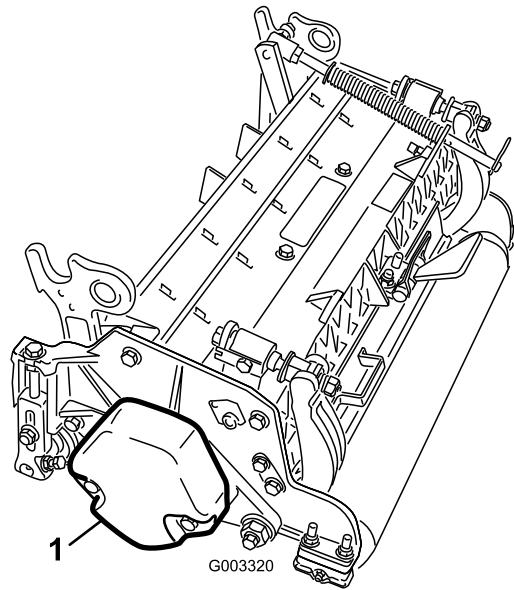

Figure 3
4. Veillez à monter le contrepoids (Figure 3) du bon côté sur chacune des unités de coupe, comme expliqué dans le *Manuel de l'utilisateur* des unités de coupe.